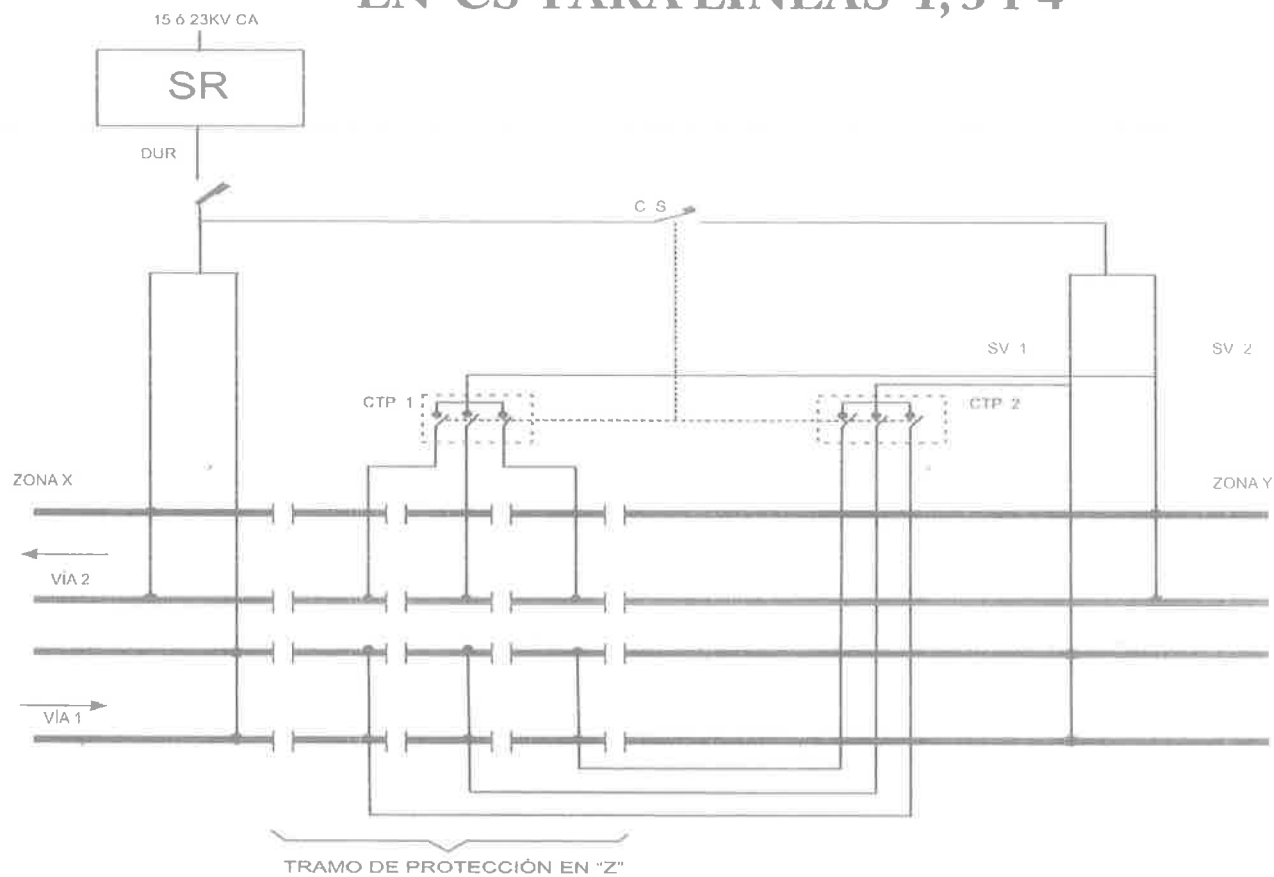

IMAGEN 6
a) De alimentación en T para todas las Líneas (ver imagen 6)
b) De alimentación en CS para las Líneas 2, 5, 6 y B (ver imagen 6)